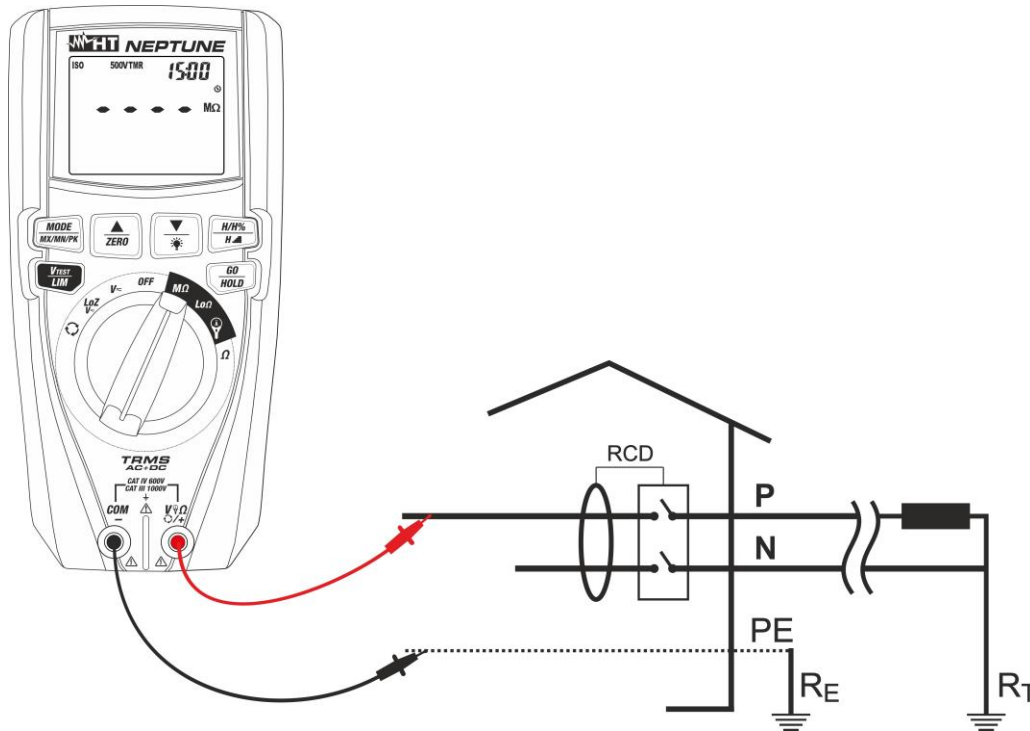

Fig. 19: Uso del instrumento para medida resistencia de aislamiento en modo TMR
6. Inserte el conductor rojo en el terminal de entrada **VΩ** y el conductor negro en el terminal de entrada **COM** y eventuales terminales de cocodrilo y conecte el instrumento a la instalación en examen (ver la Fig. 19)